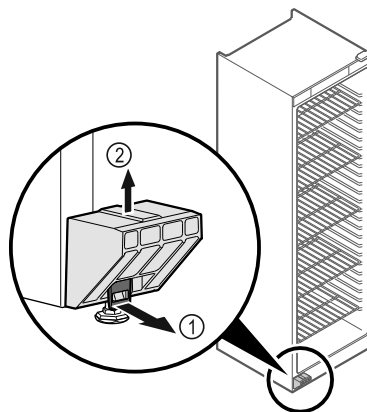

Fig. 6
- Húzza előrefelé a kötlemet Fig. 6 (1).
- A szállítási biztosítót Fig. 6 (2) felfelé húzza le.